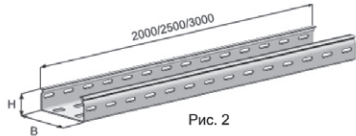

Рис. 2
1. Лотки кабельные марки Г (глухие) (рис. 1) и ГЗ (глухие, замковые) (рис. 2) предназначены для прокладки кабелей и проводов напряжением до 1000 В при выполнении электропроводок и прокладке кабельных линий.